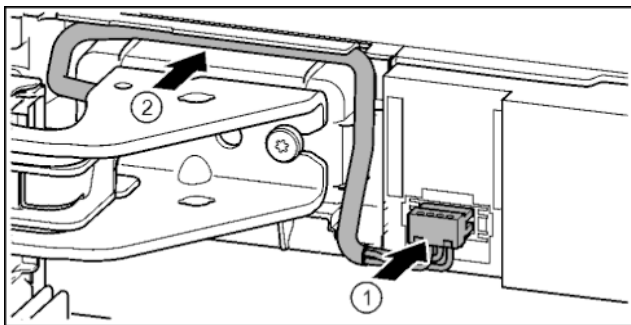

Fig. 38
- ▶ Зафиксировать штекер над верхним опорным кронштейном и осторожно уложить жилы кабеля в канал. Fig. 38 (1)
- ▶ Осторожно проложить серый кабель в направляющей над верхним опорным кронштейном. Fig. 38 (2)